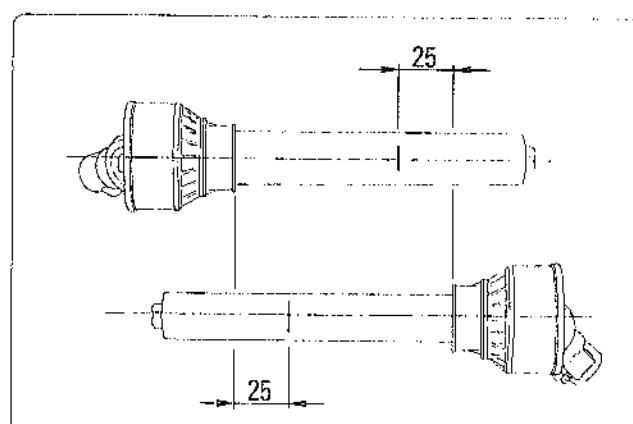

fig. 4.2.1
- Con un pennarello segnare dove accorciare i due semialberi, misurando 25 mm dall'inizio di ogni semialbero, come da fig. 4.2.1.
- Using a felt-tip pen, matchmark the place where the two halves must be shortened, measuring 25 mm from the beginning of each half, as shown in fig. 4.2.1.